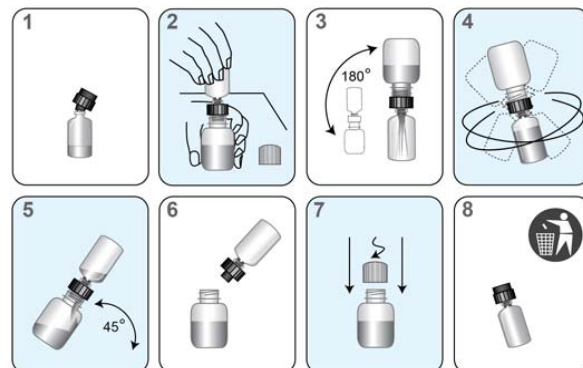

Figura 2. Procesul de Reconstituire
- Deschideti flaconul cu reactivul uscat si introduceti cu fermitate capatul crestut al capacului de reconstituire in deschiderea fiolei (Figura 2, Pasul 1).
- Deschideti solutia de reconstituire cu eticheta de aceeași culoare, si asezati capacul pe o suprafata de lucru curata si acoperita. in timp ce mentineti sticluta cu solutie pe masa de lucru, introduceti cu fermitate in deschizatura sticlutei celalalt capat al capacului de reconstituire (Figura 2, Pasul 2).
- Inoarceti usor ansamblul de sticlute. Permiteți solutiei sa se scurga din sticluta in fiola de sticla (Figura 2, Pasul 3). Asteptati ca reactivul liofilizat sa se reconstituie solutie, apoi rotiti usor solutia din fiola de sticla pentru omogenizare. Evitati formarea spumei in timpul amestecarii (Figura 2, Pasul 4).
- Inoarceti ansamblul si inclinati-l intr-un unghi de 45° pentru a minimiza crearea spumei (Figura 2, Pasul 5). Permiteți întregului lichid sa se scurga inapoi in flaconul de plastic.
- Indepartati capacul de reconstituire si fiola de sticla (Figura 2, Pasul 6).
- Repuneti capacul flaconului de plastic (Figura 2, Pasul 7). Inregistrati initialele operatorului si data reconstituirii, pe toate fiolele de reactivi reconstituiti. Asigurati-va ca ati notat analitul (PCA3 sau PSA) pe fiolele Reactivului Probei.
- Aruncati capacul de reconstituire si fiola de sticla (Figura 2, Pasul 8).